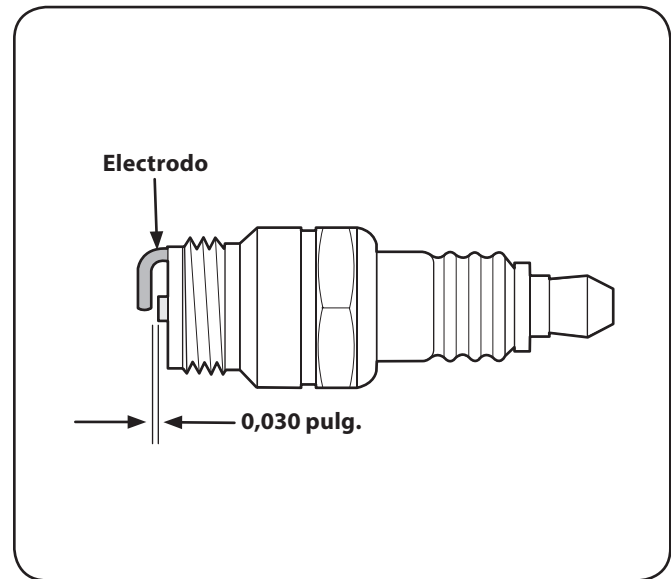

Figure 6-7
3. Mida la separación de bujía con un calibrador. Corrija de ser necesario torciendo el electrodo lateral. Vea la Figure 6-7. La separación debe establecerse en 0,030 pulg.